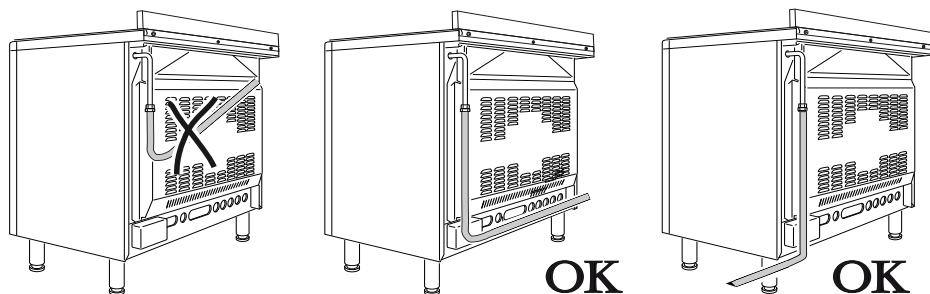

Fig. 2.1b
- Il tubo non deve attraversare la lamiera posteriore della cucina (fig. 2.1b). Eventualmente, se fosse necessario, far passare il tubo in vicinanza della parte inferiore dell'apparecchio.